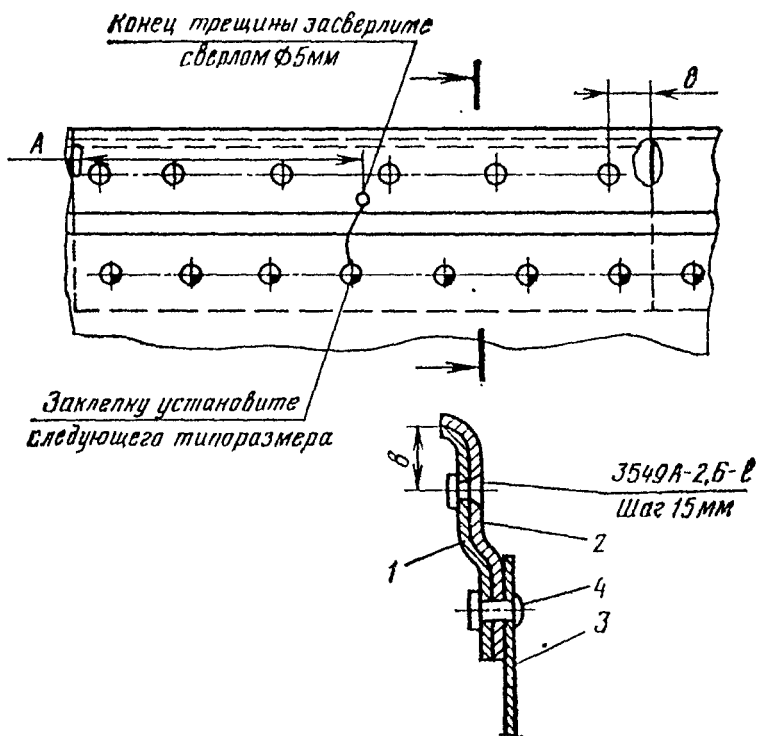

Рис. 4.22. Ремонт окантовки лючка:
7. Окантовку лючка с трещинами ремонтируйте установкой накладки с внутренней стороны окантовки (рис. 4.22). Допускается установка не более одной накладки на окантовку. Окантовки, имеющие повреждения в нескольких местах, замените.